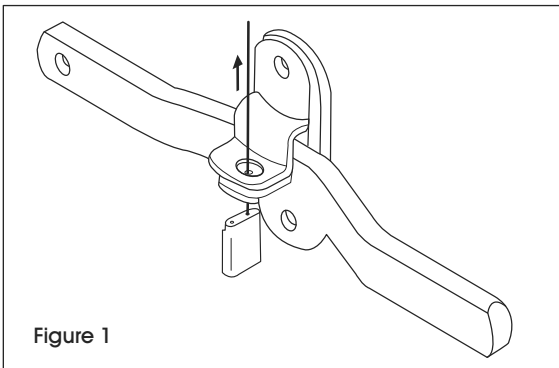

Figure 1
3. Insérez cette longue extrémité de câble à travers le morillon. (Voir Figure 1)